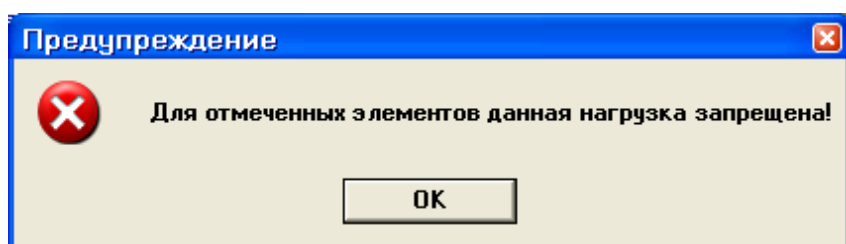

Рис.4.21. Диалоговое окно Предупреждение
- На экране появляется диалоговое окно **Предупреждение** (рис.4.21) в котором щелкните по кнопке **ОК**.